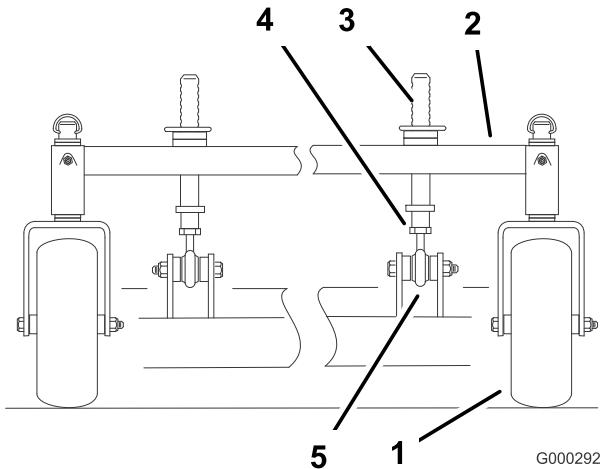

Figure 68
1. Vous pouvez régler les montants de hauteur de coupe avant pour modifier l'inclinaison avant/arrière (Figure 68).
2. Pour éléver l'avant du tablier de coupe, desserrez le contre-écrou et tournez la goupille avant dans le sens horaire (Figure 68).
3. Pour abaisser l'avant du tablier de coupe, desserrez le contre-écrou et tournez la goupille avant dans le sens antihoraire (Figure 68).
6. Resserrez les écrous de blocage (Figure 68).